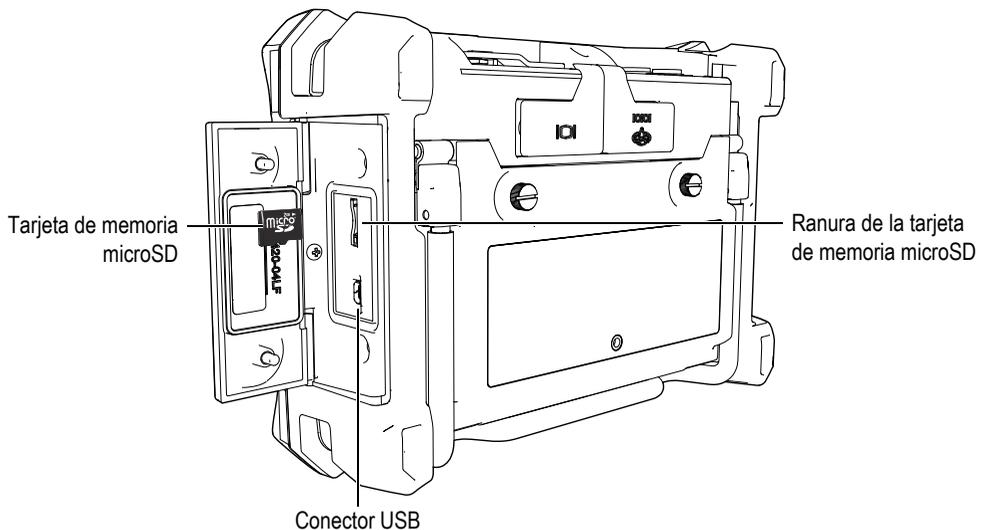

Figura 6-28 Ubicación de la tarjeta de memoria microSD
- Asegúrese de que la tarjeta de memoria microSD extraíble esté instalada en la ranura de la tarjeta de memoria microSD del NORTEC 600. Vea la Figura 6-28 en la página 361.
2. Asegúrese de que la tarjeta de memoria microSD extraíble esté instalada en la ranura del compartimiento de entrada y salida del NORTEC 600. Vea la Figura 6-28 en la página 361.